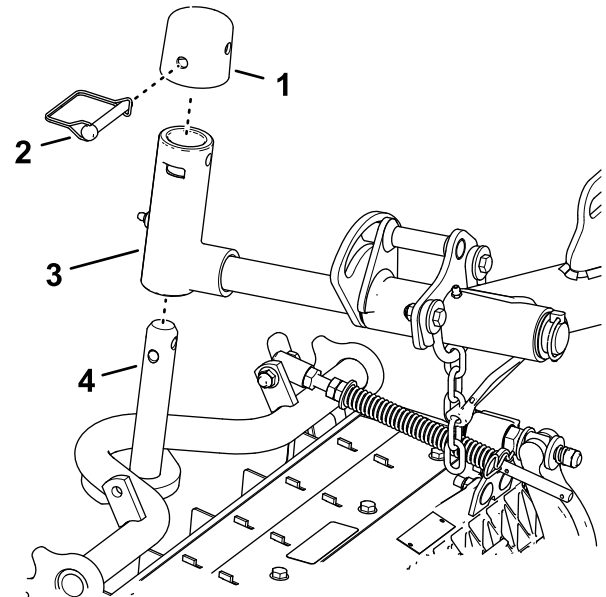

図 24
1. カッティングユニットを昇降アームの下に置く(図 24)。
斜面を刈り込む時はカッティングユニットのピボットをロックしてください斜面横切るように刈り込む時はカッティングユニットが谷側に滑るのを防止するためにピボットをロックしてください。昇降アームのピボットシャフトの穴 図 24 を使ってカッティングユニットをロックする。カッティングユニットをステアリングする場合はスロットを使用して行います。